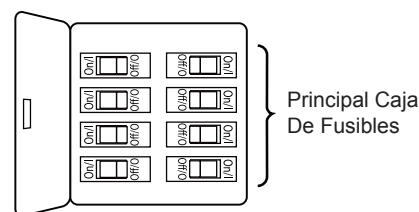

Figura 1
Uso de perfil bajo (Figura 1)
Para evitar una posible descarga eléctrica, asegúrese de cortar la alimentación eléctrica de la caja de fusibles principal antes de colgar el ventilador. (Figura 1)
1. Instale la unidad del motor a la unidad de soporte de techo utilizando los tornillos retirados previamente fije con seguridad los tres tornillos. (Figura 1)
1. Coloque las palas a través de las ranuras en la cubierta del motor y fije la unidad del motor usando los tornillo de cabeza plana #8-32. Asegúrese de que los tornillos fijan adecuadamente las palas al centro del motor estando éstas colocadas correctamente. (Figura 1)
- ☐ 1. Extraiga uno de los tres tornillos del soporte ubicado en la parte inferior de la unidad del motor. Guárdelos para después y afloje levemente los otros dos tronillos. (Figura 1)
- ☐ 1. **IMPORTANTE:** El uso de un regulador de la intensidad completa (no incluido) para controlar la velocidad del ventilador dañará el dispositivo. Para reducir el riesgo de incendio o descarga eléctrica, no utilice dicho regulador para controlar la velocidad del ventilador. (Figura 1)